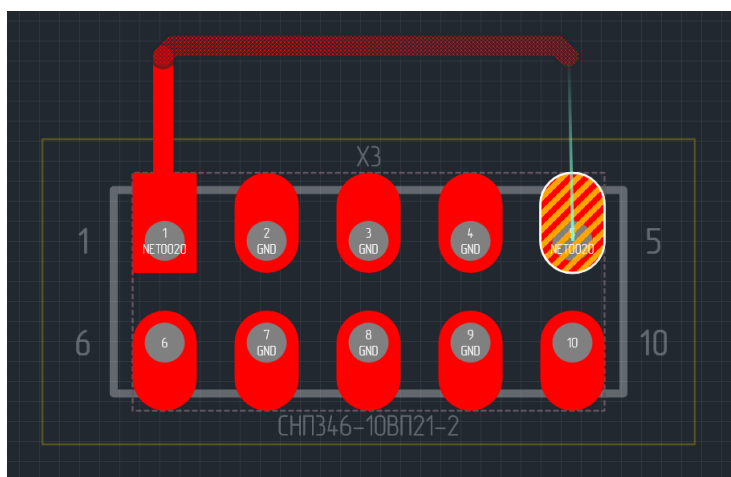

Рис. 211 Зафиксированный участок трека
2. Подтвердите выбор точки, через которую будет проложен трек. Для этого нажмите левую кнопку мыши, чтобы зафиксировать предлагаемый участок, см. Рис. 211.